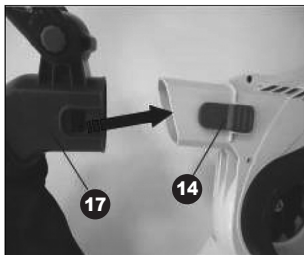

Рис. 2
- Выровняйте трубку для сбора (17) с корпусом вакуумного нагнетателя (рис. 2).